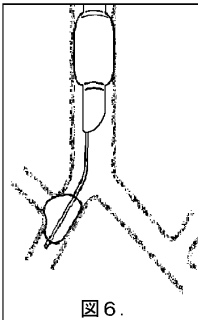

図 6.
- ①ブロッカーチューブは深めに挿入し(使用方法の原則)、カフが気管分岐部を十分に越えて、主気管支内に収まるようにする。
- ②側臥位をとった後、気管支鏡下に①の条件(ブロッカーチューブの位置)が満たされていることを確認する。
- ③右肺は、右上葉気管支入口部もブロックするようにカフを膨張させることにより(図6)、右主気管支をブロックする。